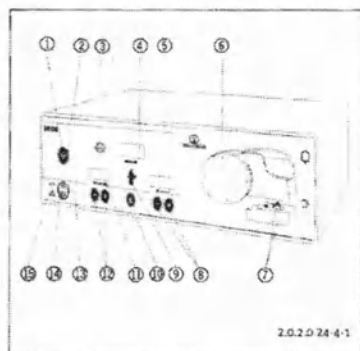

Рис.4-8. Блок насоса Н100
См. рис.4-8
См. рис.4-8.
См. рис.4-8, (4).